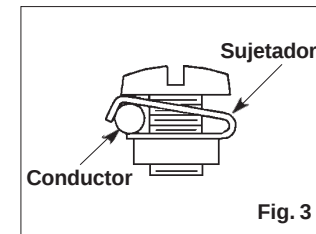

Fig. 3
- d) Aflojar los tres tornillos de los bornes. Insertar los conductores a fondo (ver la fig. 3) en los bornes correspondientes como se indica en la Tabla 1.